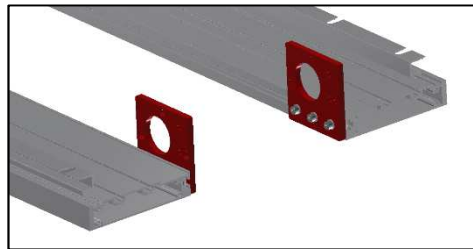

Abbildung 33
- » Endkappen und Längsprofile müssen nach außen hin bündig sein (Abbildung 33)